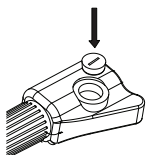

fig.2
---Coloque la pila CR2032 en el alojamiento de la pila, el lado positivo de la pila (+) debe mirar hacia fuera (fig.2).